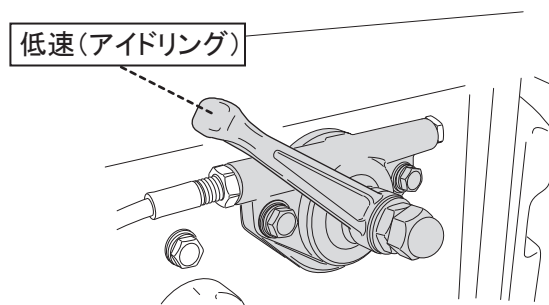

図 22
3. スロットルレバーを低速(アイドリング位置)にします。(図22)